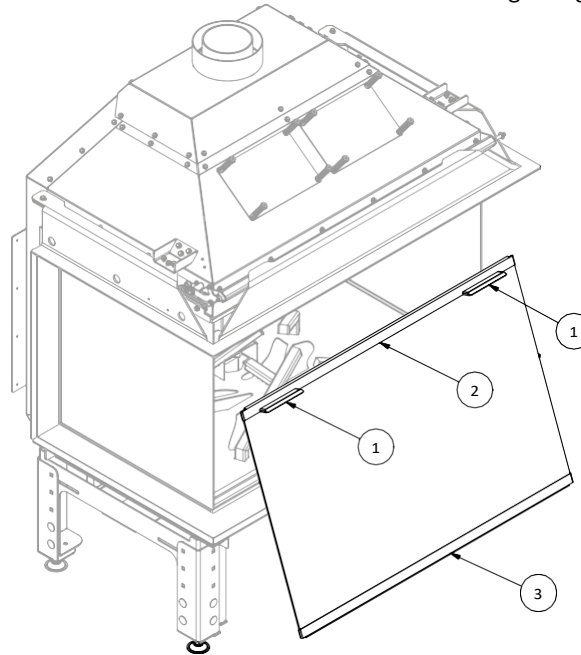

Abb. 14. Entfernen der vorderen Verglasung: 1 - Griff; 2 - obere Leiste; 3 - untere Leiste
- Kippen Sie das Glas wie in Abb. 14 gezeigt und nehmen Sie es vorsichtig ab.